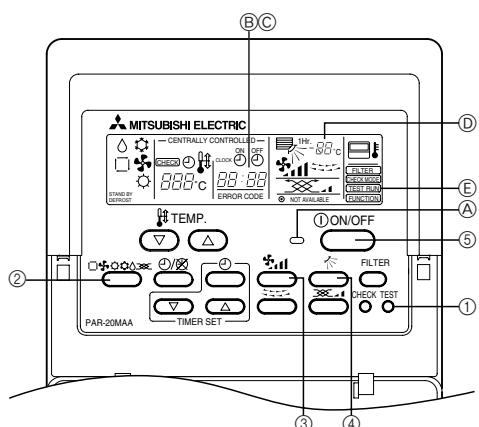

Fig. 6-1
6. Testlauf (Fig. 6-1)
| 3. Mise en place des tuyaux de réfrigérant | 20 | 6. Marche d'essai (Fig. 6-1) | 25 |